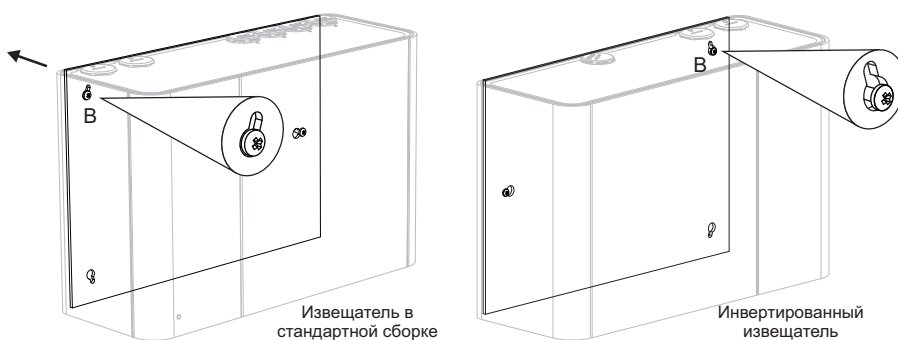

Рис. 4-29: Расположите исвещатель на втором винте
- Поверните исвещатель по часовой стрелке так, чтобы конец большего диаметра занимал левое верхнее положение, или правое верхнее в случае инвертированного исвещателя, при этом петля размещалась поверх винта В. Прижмите исвещатель к стене (Рис. 4-29).